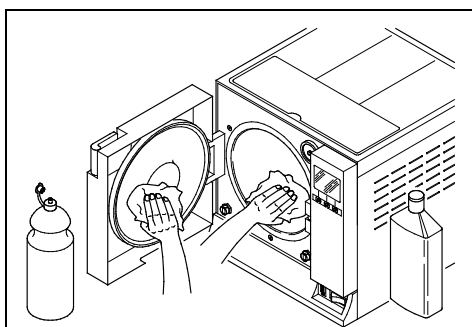

Abb. 10.2-1
Die Sterilisierkammer nach Entnahme des Tablett-Trägers einer gründlichen Reinigung unterziehen (Abb. 10.2-1); ein angefeuchtetes, nicht abrasives Tuch benutzen.
2. Den oben am Ventil angebrachten Verschluss durch Drehen im Uhrzeigersinn aufschrauben (Abb. 10.2.1-1), und zwar bis zum Endanschlag und bis sich dieser frei dreht.